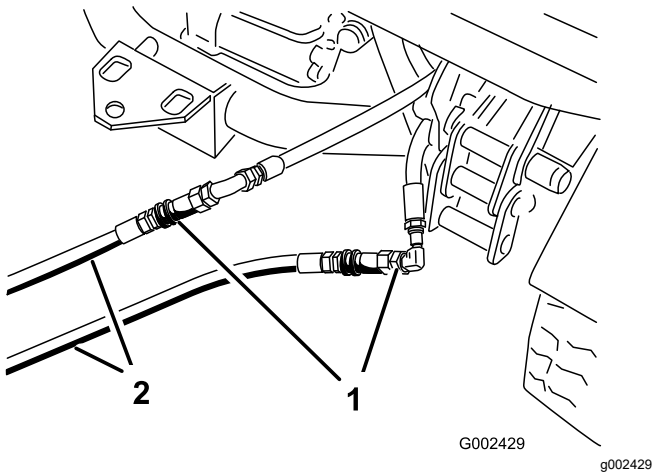

Figura 74
- En la máquina inmovilizada, conecte las dos mangueras de interconexión a las mangueras que fueron desconectadas (Figura 74).